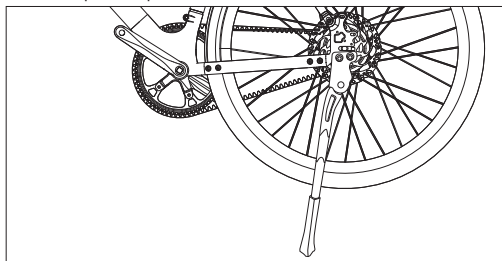

Figura 10-1
- a. Desaperte os parafusos e as anilhas e, em seguida, retire-os da saída, conforme ilustrado na **Figura 10-1**.